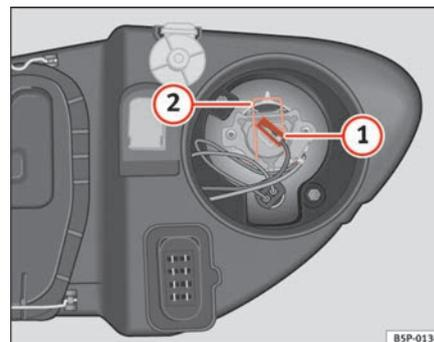

Fig. 182 Máximos
- Retirar o conector ⇒ fig. 182 ① da lâmpada.
- Prima a mola de fixação ⇒ fig. 182 ② pressionando-a para dentro e para a direita.